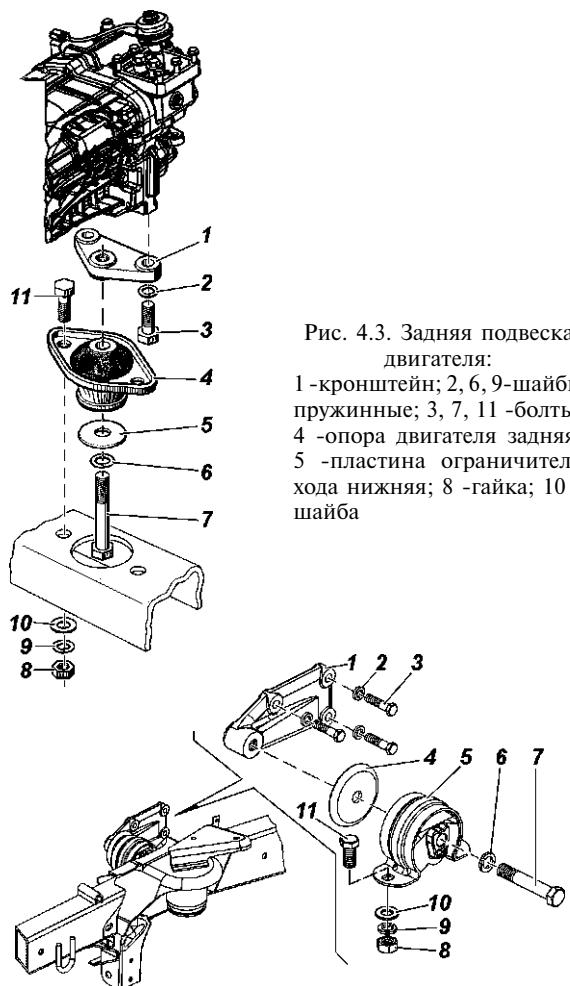

Рис. 4.3. Задняя подвеска двигателя:
**Подвеска двигателя** осуществляется в трех точках на резиновых подушках (рис. 4.3 и 4.4). Передней опорой двигателя являются два кронштейна, установленные на